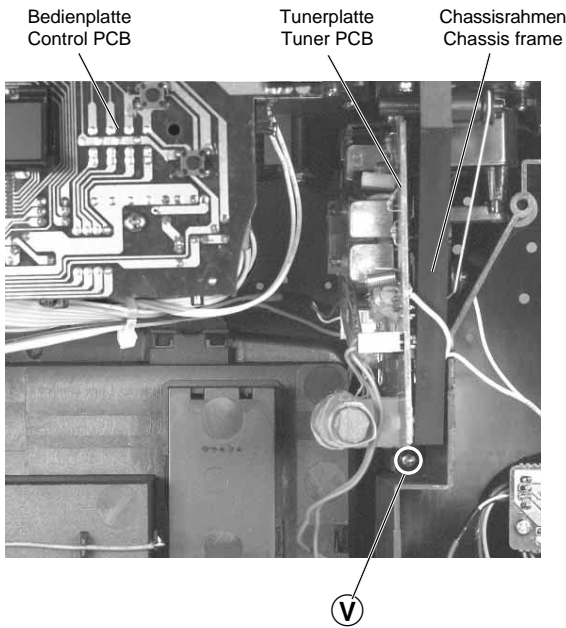

Fig. 7
- Schraube (V) herausdrehen (Fig. 7).
- Undo the screw (V) (Fig. 7).